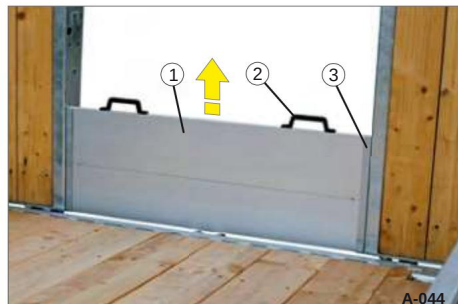

Bild 46 Översikt över insticksvägg
- Dra i instickssidan (bild 46/1) på båda
(Bild 46/2) samtidigt helt ut ur
insticksskenorna (Bild 46/3).
insticksskenor samtidigt (Bild 46/3).